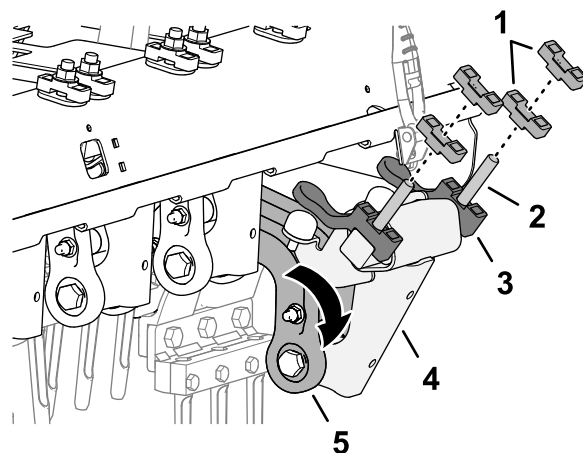

図 133
3. ダンプナのリンクとダンパのシャフトを下向きに回転させる 図 133。